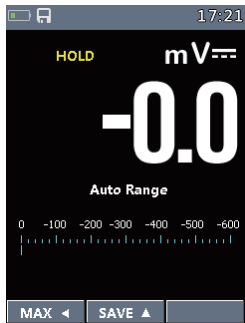
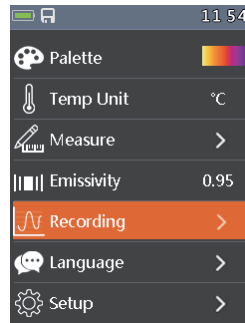

Fig130
Fig131
- Avec une mesure sur l'écran (Fig130) f, appuyez sur la touche de commande Menu pour accéder au menu général de l'instrument (Fig131).